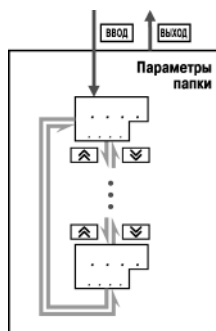

Рисунок 11.4 – Перемещение по параметрам папки
- Перемещение между параметрами осуществляется кнопками и ( / ) (циклически в любую сторону) (рисунок 11.4). При этом мигает имя параметра на ЦИ1.